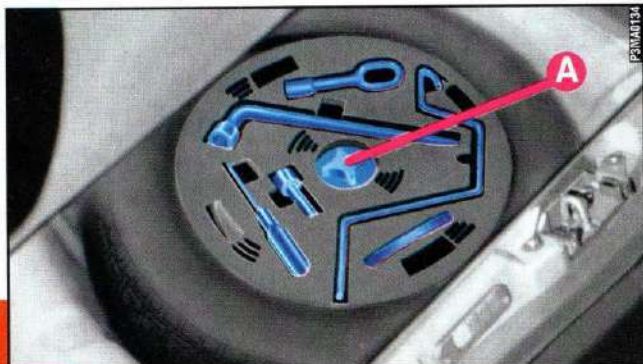

fig. 2
- Estrarre il supporto completo di attrezzi, svitando il dispositivo di bloccaggio **A-fig. 2**.